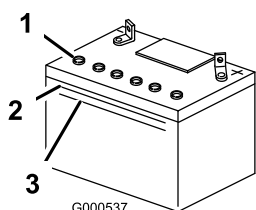

Figura 43
2. Mire hacia el lateral de la batería. El electrolito debe llegar a la línea superior (Figura 43). No permita que el electrolito esté por debajo de la línea inferior (Figura 43).
3. Retire los tapones de ventilación de la batería (Figura 43).
4. Vierta lentamente agua destilada en cada célula de la batería hasta que el nivel de electrolito llegue a la línea superior (Figura 43) de la caja de la batería.
5. Espere de cinco a diez minutos después de llenar las células de la batería. Añada agua destilada, si es necesario, hasta que el nivel de electrolito llegue a la línea superior (Figura 43) de la caja de la batería.